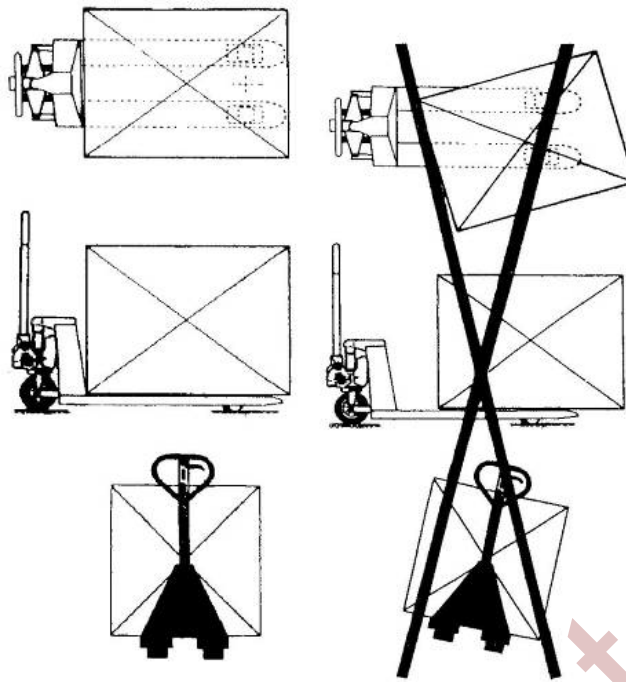

Fig.6
- 5.2 Le type de chargement de la cargaison est illustré à la figure 6.